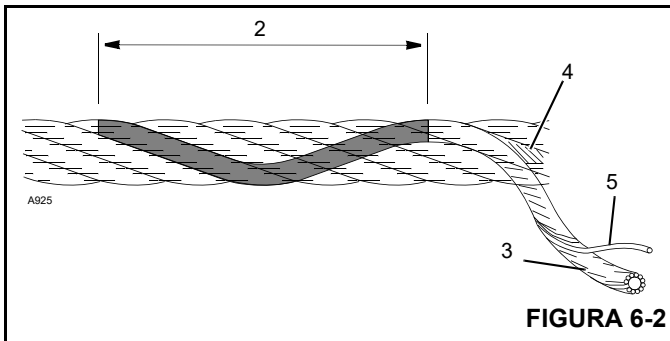

FIGURA 6-2
- Ao verificar se há fios rompidos (5) (Figura 6-2) relaxe o cabo, remova-o dos “pontos de sustentação” e flexione-o o máximo possível. O defeito em um cabo de aço é referido com relação ao “Comprimento do encordoamento” (2), que é a distância medida ao longo do cabo em que um cordão (3) completa uma volta ao redor do núcleo (4).